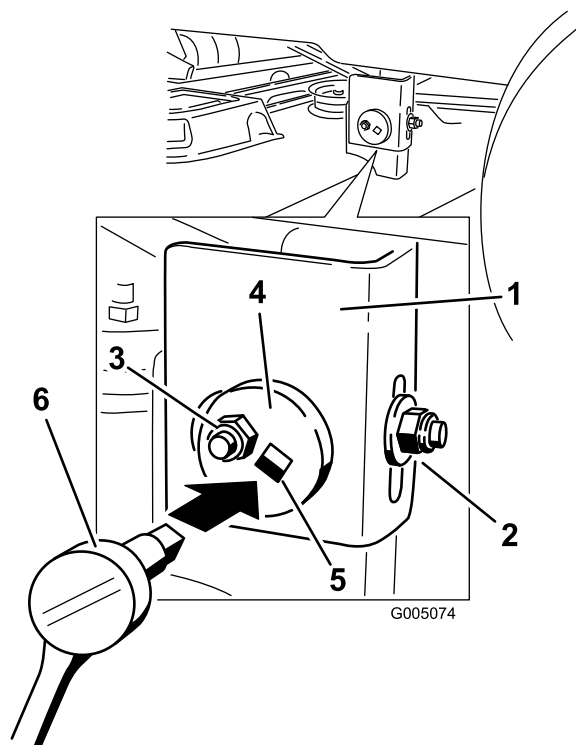

Figura 40
7. Vaya al lado izquierdo de la máquina. Afloje, pero no retire, la tuerca de bloqueo trasera de la pletina de suspensión (Figura 40).
8. Afloje la tuerca de bloqueo lateral de la pletina de suspensión lo suficiente para poder ajustar la placa de ajuste excéntrica (Figura 40).
9. Cuando la carcasa esté en la posición deseada, apriete la tuerca de bloqueo lateral de la pletina de suspensión para fijar la posición nueva (Figura 40).